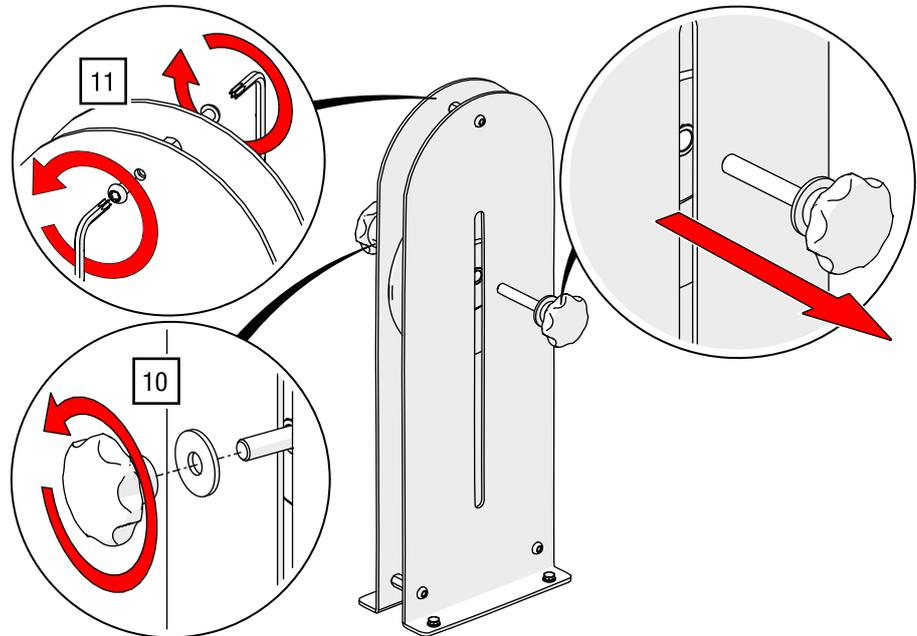

Abb. 119: Manueller Antrieb ROPE-DRIVE – Rolle an Hanfseil-Gegenspannrolle entfernen
10. Drehen Sie die Verschraubung der Hanfseil-Gegenspannrolle an den Sterngriffen auf, ziehen Sie die Achsschraube heraus und entnehmen Sie die Rolle (siehe Abb. 119).
11. Demontieren Sie die Langmutter oberhalb der Rolle, indem Sie die zwei Schrauben mit einem TORX®-Schlüssel T40 lösen (siehe Abb. 119).